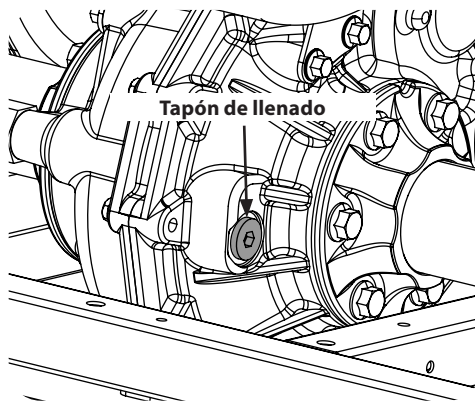

Figura 4-6
7. Extraiga el tapón de llenado. Consulte la Figura 4-6.
9. Vuelva a colocar el tapón de llenado. Consulte la Figura 4-6.